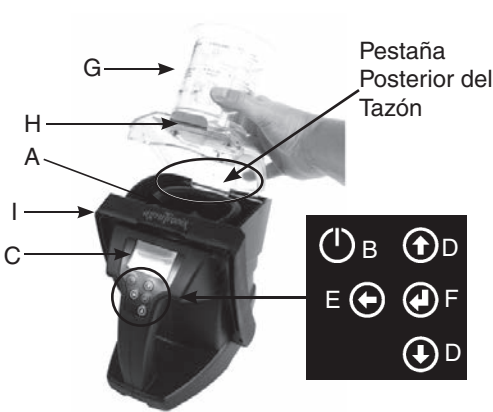

Figura 2a. Colocación de la Pestaña del Tazón
1. Ponga la pestaña posterior del tazón en el centro de la base (Figura 2a).